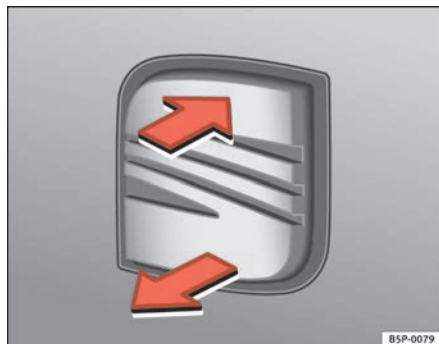
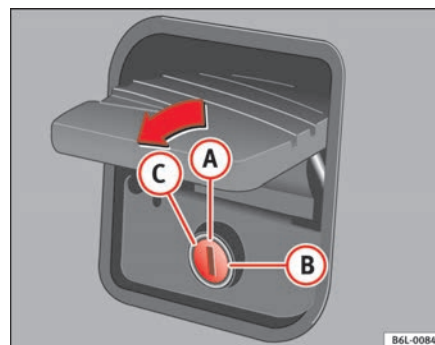

Fig. 50 Portón trasero: apertura desde fuera
Fig. 51 Cerradura del portón trasero
- Tire de la maneta y levante el portón ⇒ fig. 50. El ojo de la cerradura debe estar en posición vertical ⇒ fig. 51 **(a)**
Con el ojo de la cerradura **(a)** ⇒ fig. 51 en posición vertical, el portón se abre y se cierra automáticamente mediante el cierre centralizado. Además el portón se puede abrir y cerrar con la llave.
Estando el ojo de la cerradura en posición horizontal **(b)** ⇒ fig. 51, una vez cerrado el portón trasero, queda permanentemente bloqueado y sólo se podrá abrir con la llave principal.
Para abrir el portón hay que girar la llave hasta el tope **(c)** ⇒ fig. 51 en el sentido de la flecha. En esta posición, la llave no podrá sacarse de la cerradura.